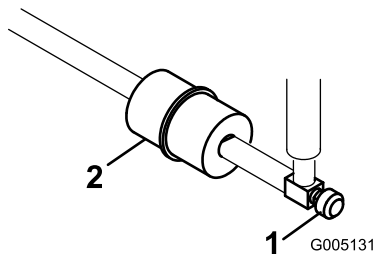

Figure 53
Le filtre à carburant est incorporé dans la conduite d'alimentation, entre le réservoir de carburant et le carburateur (Figure 53). Remplacez le filtre toutes les 800 heures de fonctionnement, ou plus tôt si le débit de carburant limité. Vérifiez que la flèche qui se trouve sur le filtre pointe bien dans la direction opposée au réservoir de carburant.
1. Fermez le robinet de carburant, desserrez le collier de flexible côté carburateur et débranchez la conduite d'alimentation du filtre (Figure 53).
2. Placez un bac de vidange sous le filtre, desserrez l'autre collier de flexible et déposez le filtre (Figure 53).